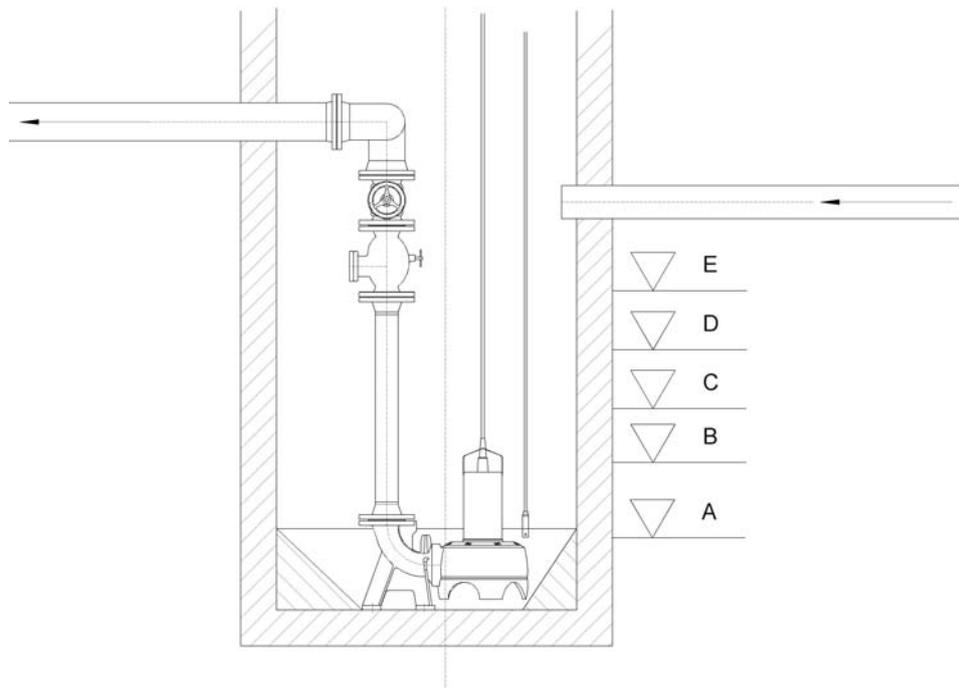

Bild 3
- Der Wasserstand wird elektrisch mittels externen Niveausensor (Bild 3) (4-20mA, Zweileiter-Technik) erfasst.